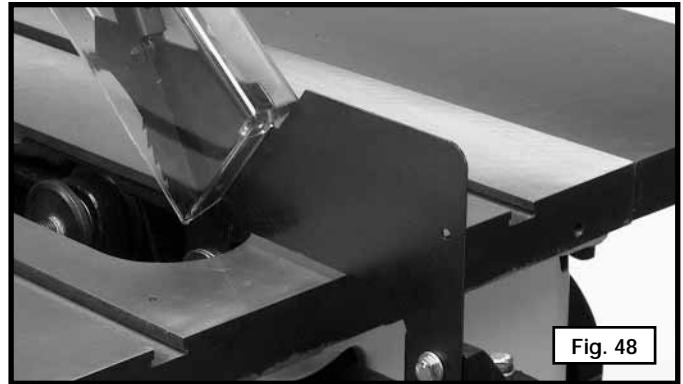

Fig. 48
1. Avant de débuter le tronçonnage, lever la lame environ 3,2 mm (1/8 po) de plus que le dessus de l'ouvrage. Démarrer le moteur et avancer l'ouvrage en le tenant vers le bas, contre le guide. Ne jamais se mettre dans la trajectoire de la scie lors d'une opération de sciage en long. Lorsque la largeur de l'ouvrage pour le sciage sur le long est de 15,2 cm (6 po) ou plus, tenir l'ouvrage avec les deux mains et le guider le long du guide sous la lame de la scie (fig. 48). Au cours du sciage sur le long, la force doit toujours être appliquée entre la lame de la scie et le guide. Ne jamais tirer sur l'ouvrage à partir de l'arrière de la table de scie. L'ouvrage doit être alors guidé sous la lame de la scie avec la main droite. Utiliser seulement la main gauche pour guider l'ouvrage contre le guide. Retirer la main gauche de l'ouvrage à environ 30,5 cm (12 po) de l'avant de la lame. Ne pas guider l'ouvrage avec la main gauche. Continuer à guider le matériel avec la main droite en vous tenant à la droite du parcours de la lame. Une fois la coupe terminée, utiliser un pousoir pour pousser la pièce coupée au-delà de la lame.